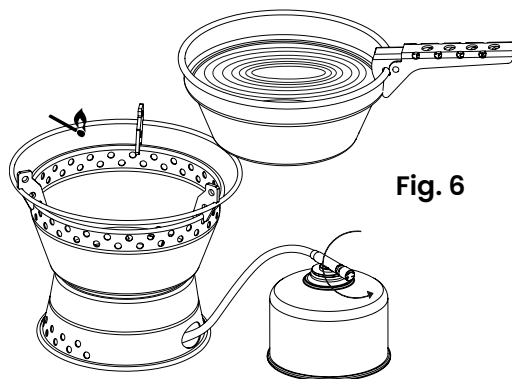

Fig. 6
- Grib fat om grydens kant med grydehåndtaget, og sæt forsigtigt gryden på grydeholderen for at påbegynde madlavningen (Fig. 6).